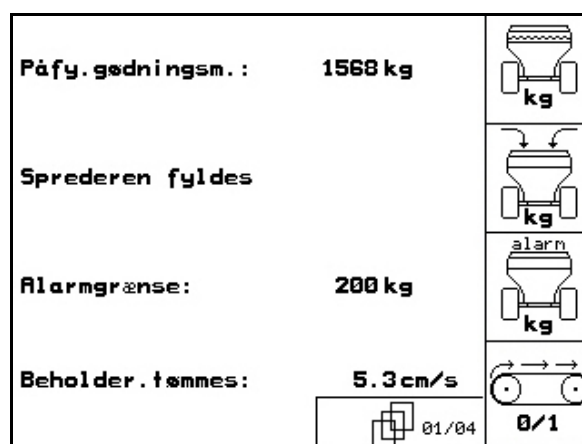

Fig. 51
- I menuen Maskindata, side et  (Fig. 51).